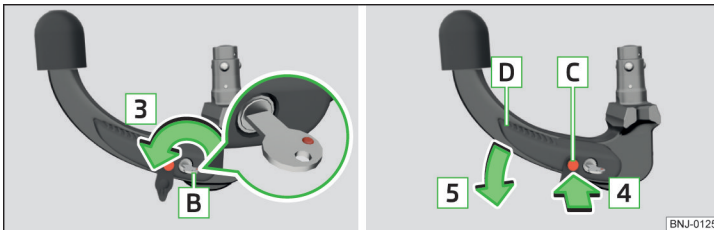

Abb. 152 Schloss entriegeln / Auslösebolzen hineindrücken und Bedienungshebel drücken
- › Den Schlüssel **B** in Pfeilrichtung **3** drehen, sodass dessen rote Markierung nach oben zeigt » Abb. 152.